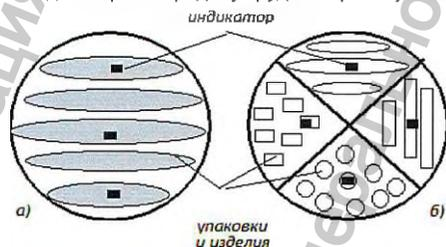

Рис.2 - Схема расположения индикаторов в стерилизационной коробке при видовой и целенаправленной закладках (а), при секторальной закладке изделий (б)
- между складками или слоями изделий из паронепроницаемых материалов (полимерные плёнки, клеёнка). В индивидуальную упаковку с трудностерилизуемыми изделиями (одноразовые упаковочные пакеты и свёртки) помещают не менее одного индикатора. В стерилизационную коробку (бикс) при видовой и целенаправленной закладке с трудностерилизуемыми изделиями помещают не менее трёх индикаторов: один в середину изделия в центре стерилизационной коробки и два в середину изделий, находящихся у стенок (рис. 2, а). При секторальной закладке изделий (рис. 2, б) в каждый сектор помещают не менее одного индикатора в середину трудностерилизуемого изделия.